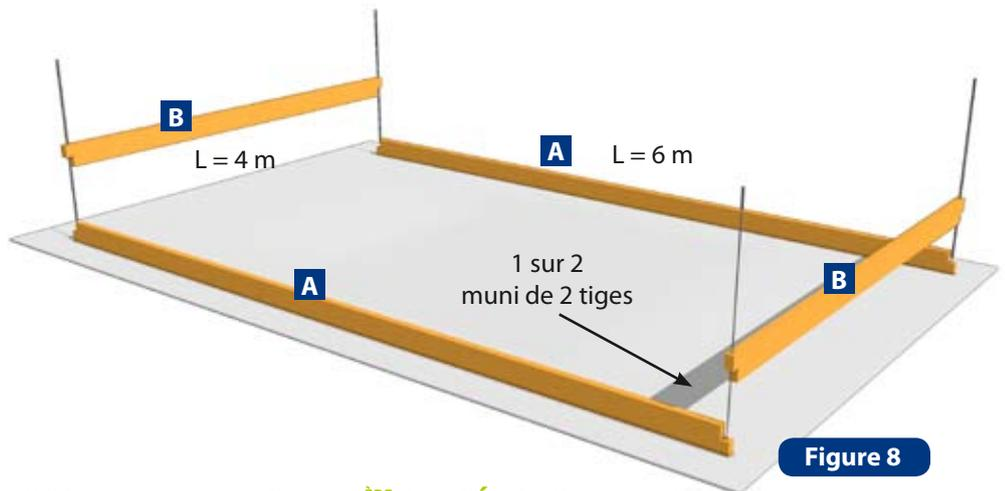

Figure 8
- Procédez de même sur tous les bastaings de base (figure 8).